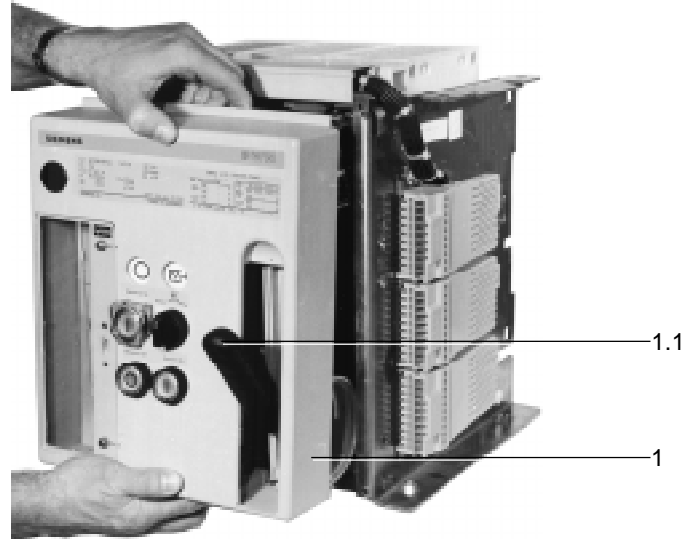

Fig. 10
- Handhebel (1.1) gemäß Fig. 10 vorschwenken und Bedienpult (1) aufsetzen.
- Swing manual lever (1.1) forwards as shown in Fig. 10 and attach control panel (1).